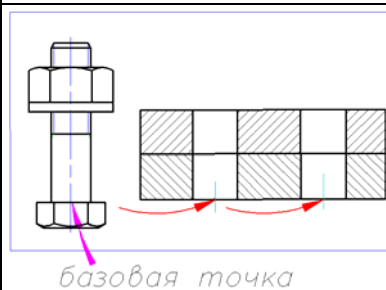

Рис. 4.15
Для получения **нескольких** копий болтового соединения (рис. 4.15) выполнить:
**Шаг 3.** Указать базовую точку объекта (показана стрелкой на рис. 4.15).